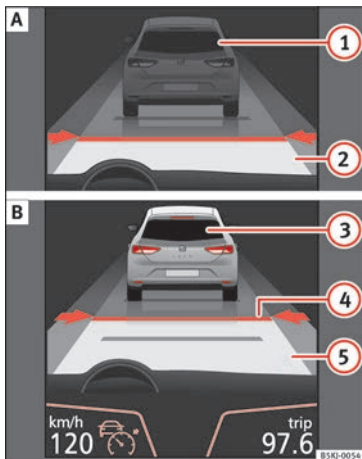
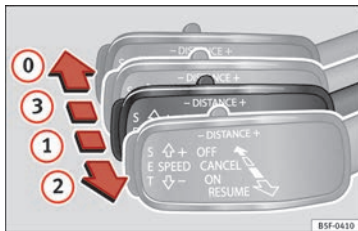

Abb. 191 Im Display des Kombiinstrumentes:
Abb. 193 Auf der linken Seite der Lenksäule: dritter Hebel für die Betätigung der automatischen Distanzregelung.
Anzeigenbereiche im Display » **Abb. 191:**
der Schalttafel die grüne Kontrollleuchte ein und auf dem Bildschirm werden die programmierte Geschwindigkeit und der Zustand der ACC angezeigt **» Abb. 191.**
Sie den Hebel in die Position **2** **» Abb. 193** oder drücken Sie die Taste **SET**.
Die programmierte Geschwindigkeit kann je nach Wunsch während der Fahrt oder bei Fahrzeugstillstand geändert werden. Jegliche Änderungen der programmierten Geschwindigkeit werden unten links im Display des Kombiinstruments angezeigt **» Abb. 191.**
• Um die ACC zu aktivieren, müssen Sie die Taste **SET** drücken oder den dritten Hebel für die Betätigung der ACC in die Position **2** **» Abb. 193** bringen. In diesem Moment wechselt die ACC-Anzeige im Display des Kombiinstrumentes vom Modus *Inaktiv* (Standby) in den Modus *Aktiv* **» Abb. 191**.
Um die ACC zu deaktivieren, bewegen Sie den Hebel in die Position **0** **» Abb. 193** (eingerastet). In diesem Moment erscheint der Text **ACC deaktiviert** und die Funktion ist vollständig deaktiviert.
Falls Sie die ACC nicht ausschalten, sondern nur vorübergehend in den inaktiven Modus (Standby) versetzen möchten, bewegen Sie den dritten Hebel in die Position **3** **» Abb. 193** oder betätigen Sie das Bremspedal.